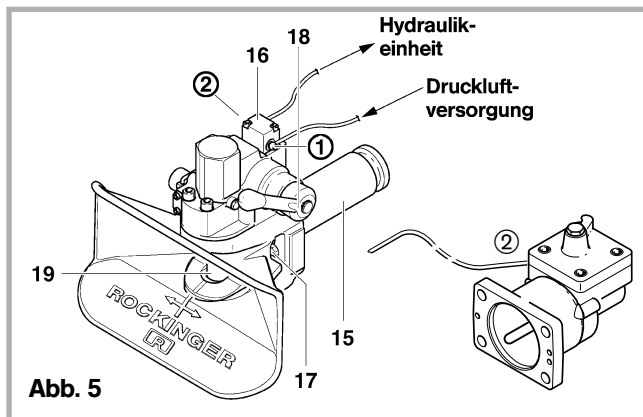

Abb. 5
- Pneumatikanschlusssatz montieren (s. Abb. 5):
- Vom Ventil (16) Anschluss ② zur Hydraulikeinheit ②
- Vom Ventil (16) Anschluss ① zur Druckluftversorgung (Nebenverbraucher – max. 10 bar, min. 5 bar)